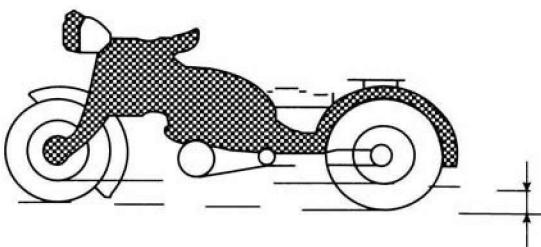

图 1-9 摩托车的离地间隙
(7) 离地间隙:除前、后轮和挡泥板外,处于轴距内的车辆最低点(包括脚蹬的使用最低位置)与支承面的距离,如图 1-9 所示,单位 mm。